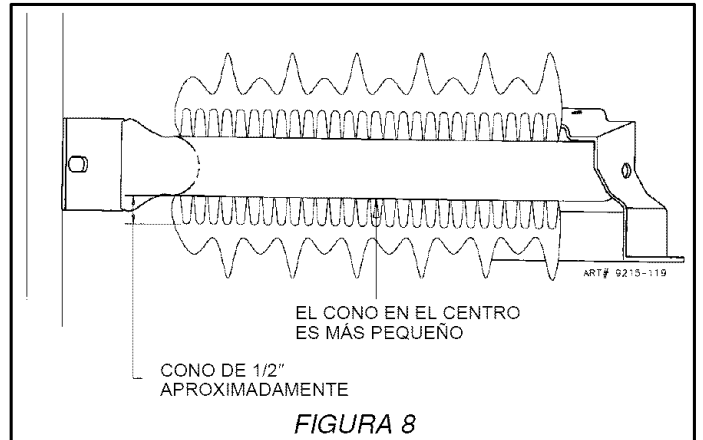

FIGURA 8
1. Llama amarilla en el quemador —abra el obturador de aire hasta lo más ancho posible donde no se apague o sople la llama cuando esté fría. (Vea el No. 2 en la figura 8.)
2. Llama definida color azul pero levantándose — cierre el obturador de aire hasta el punto en donde no cause que la llama se levante o se apague cuando esté fría. (Vea el No. 2 en la figura 8.)